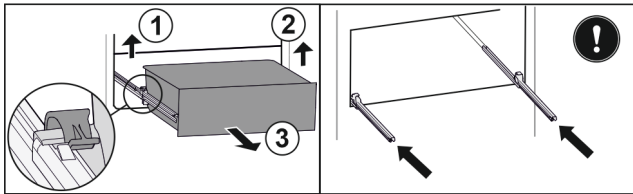

Fig. 27*
- ▶ Підняти лівий затискач і одночасно висувний ящик ліворуч потягнути вперед Fig. 27 (1).*
- ▶ Підняти правий затискач і одночасно висувний ящик праворуч потягнути вперед Fig. 27 (2).*
- ▶ Вийняти висувний ящик рухом вперед Fig. 27 (3).*